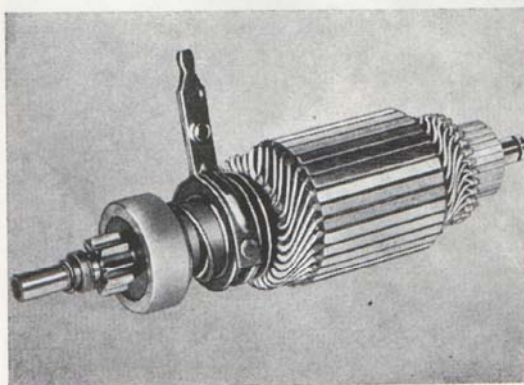

Bild 49. Rotor med startdrev.
12. Lyft ut rotor med drev och hävarm ur lagerskölden, bild 49.